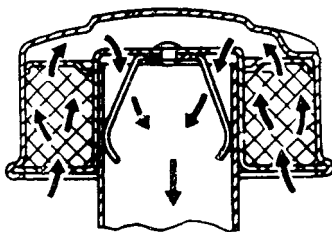

Рис. 17. Фильтр вентиляции картера двигателя.
6. *Фильтр вентиляции картера двигателя* — неразборной (рис. 17) конструкции. Для очистки снимите его, промойте в керосине, просушите, опустите в масло для двигателя, выньте, дайте стечь избытку и поставьте на место.